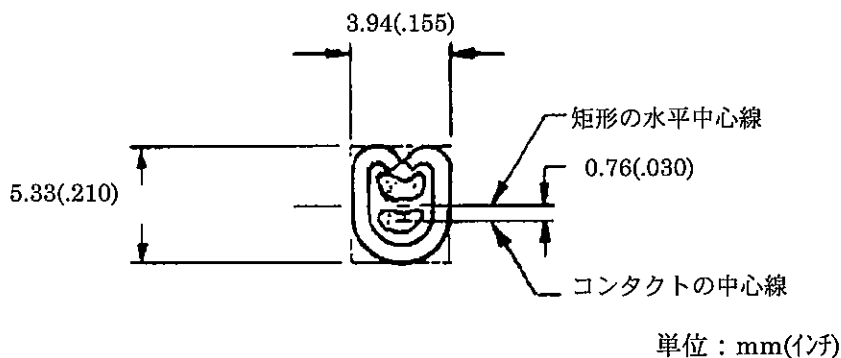

Fig.3
(2). 2 本導体を圧着したコンタクトの絶縁被覆抑え部は、Fig.3 に示すように垂直部はコンタクトの中心線を中心とし、又、水平部はその中心線をコンタクトの中心線の上方 0.76mm (.030) にあるような 3.94mm(.155)×5.33mm(.210)の矩形で囲んだ範囲内にあること。